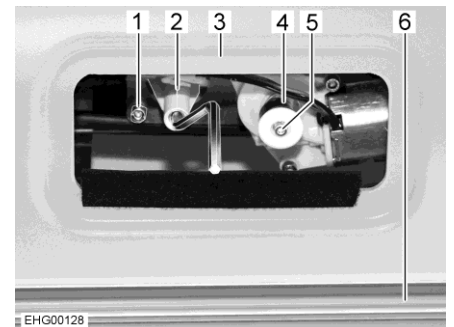

Bild 34 Zugang zum Motor
- Abnehmbare Blende über der Frontscheibenverkleidung (Bild 34,3) abnehmen. Der Motor (Bild 34,1) ist zugänglich.
- Kunststoffhülse (Bild 34,4) entfernen.
- Weißen Sicherungsknopf (Bild 34,5) drücken und gedrückt halten.
- Kurbel an Kurbelaufnahme (Bild 34,2) aufsetzen.
- Faltverdunklung (Bild 34,6) mit der Kurbel nach oben oder nach unten bewegen.
- Wenn beide Griffleisten aus dem Sichtbereich herausbewegt sind: Sicherungsknopf (Bild 34,5) wieder herausziehen.